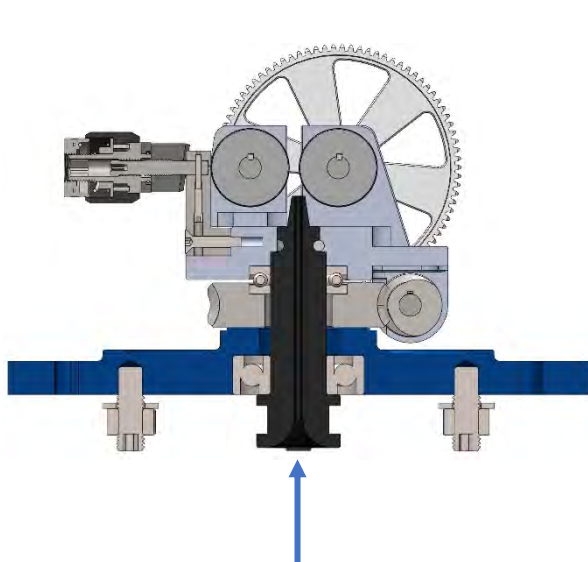

Figura 22
4. Inserire il filo di saldatura, facendolo passare attraverso il foro dell'anima in plastica situato nella parte inferiore, fino a raggiungere l'estremità opposta. Figura 22 e 23;